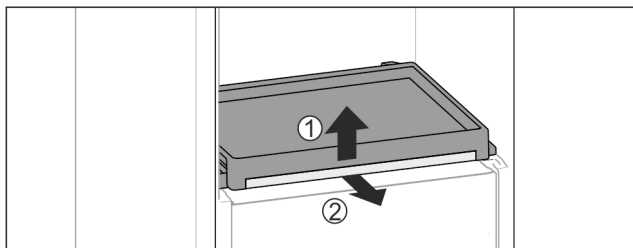

Fig. 95
- ▶ Извадете изтеглящата се дъска със стъклената плоча: Повдигнете леко отпред стъклената плоча Fig. 95 (1) и я изтеглете напред Fig. 95 (2).